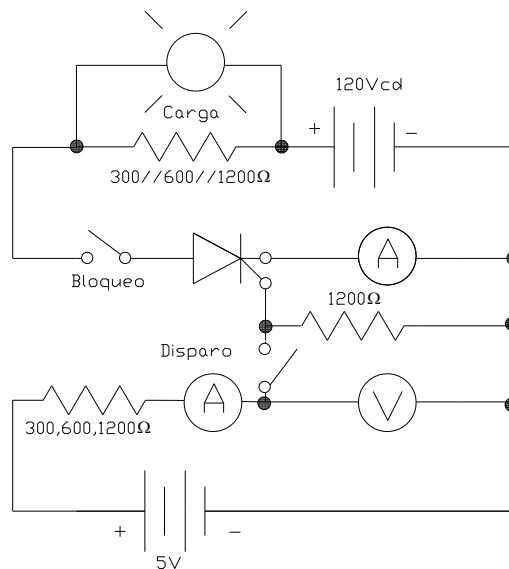

Figura 3.1: Bloqueo estático (cruce por cero).
1. Arme el siguiente circuito de la figura 3.1, que muestra un bloqueo estático (cruce por cero). Usando una fuente de V_{cd} disparo directo a un SCR. Abrir el interruptor de disparo y cierre el s_{w1} de bloqueo.